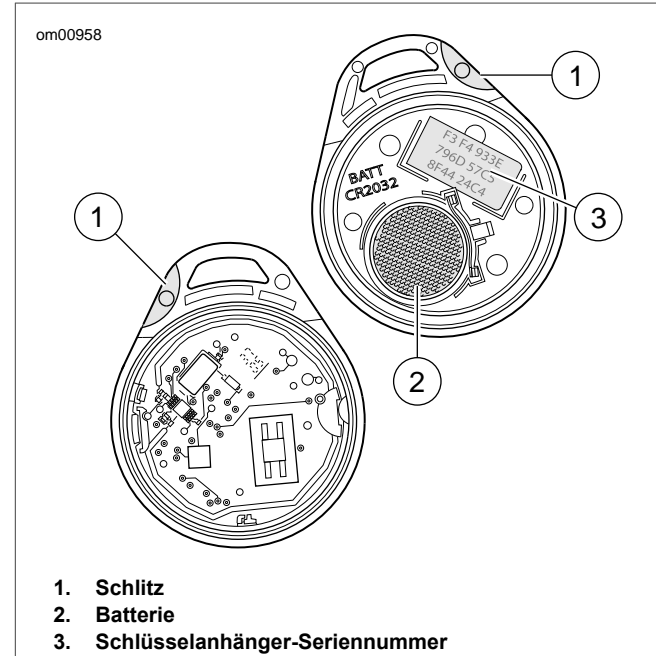

Abbildung 24. Schlüsselanhängerbatterie
1. Siehe Abbildung 24. Eine dünne Klinge im Schlitz (1) an der Seite des Schlüsselanhängers langsam drehen, um die beiden Hälften zu trennen.
2. Die Batterie (2) entfernen und entsorgen.